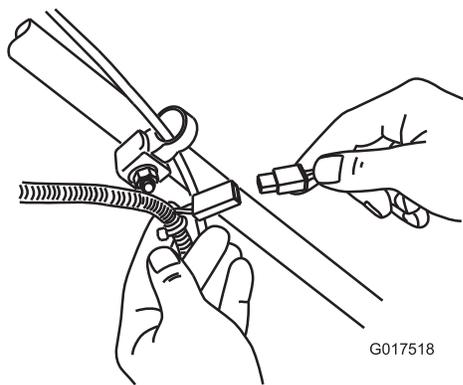

Figura 33
1. Conecte el cargador al arnés de cables, que está situado debajo de la llave de contacto (Figura 33).